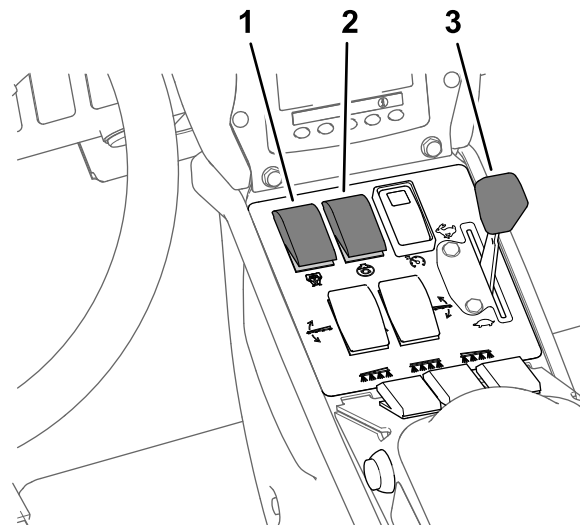

图 45
8. 将搅拌开关和喷洒泵开关设定至开启位置图 45。
9. 将节流阀设定至快速位置图 45。
**注意** 此程序假定喷洒泵是打开的请参阅 以喷洒率模式喷洒 \(页码 29\) 中的 图 45。
4. 调节节流阀到所需的发动机转速进行喷洒请参阅 以喷洒率模式喷洒 \(页码 29\) 中的 图 45。